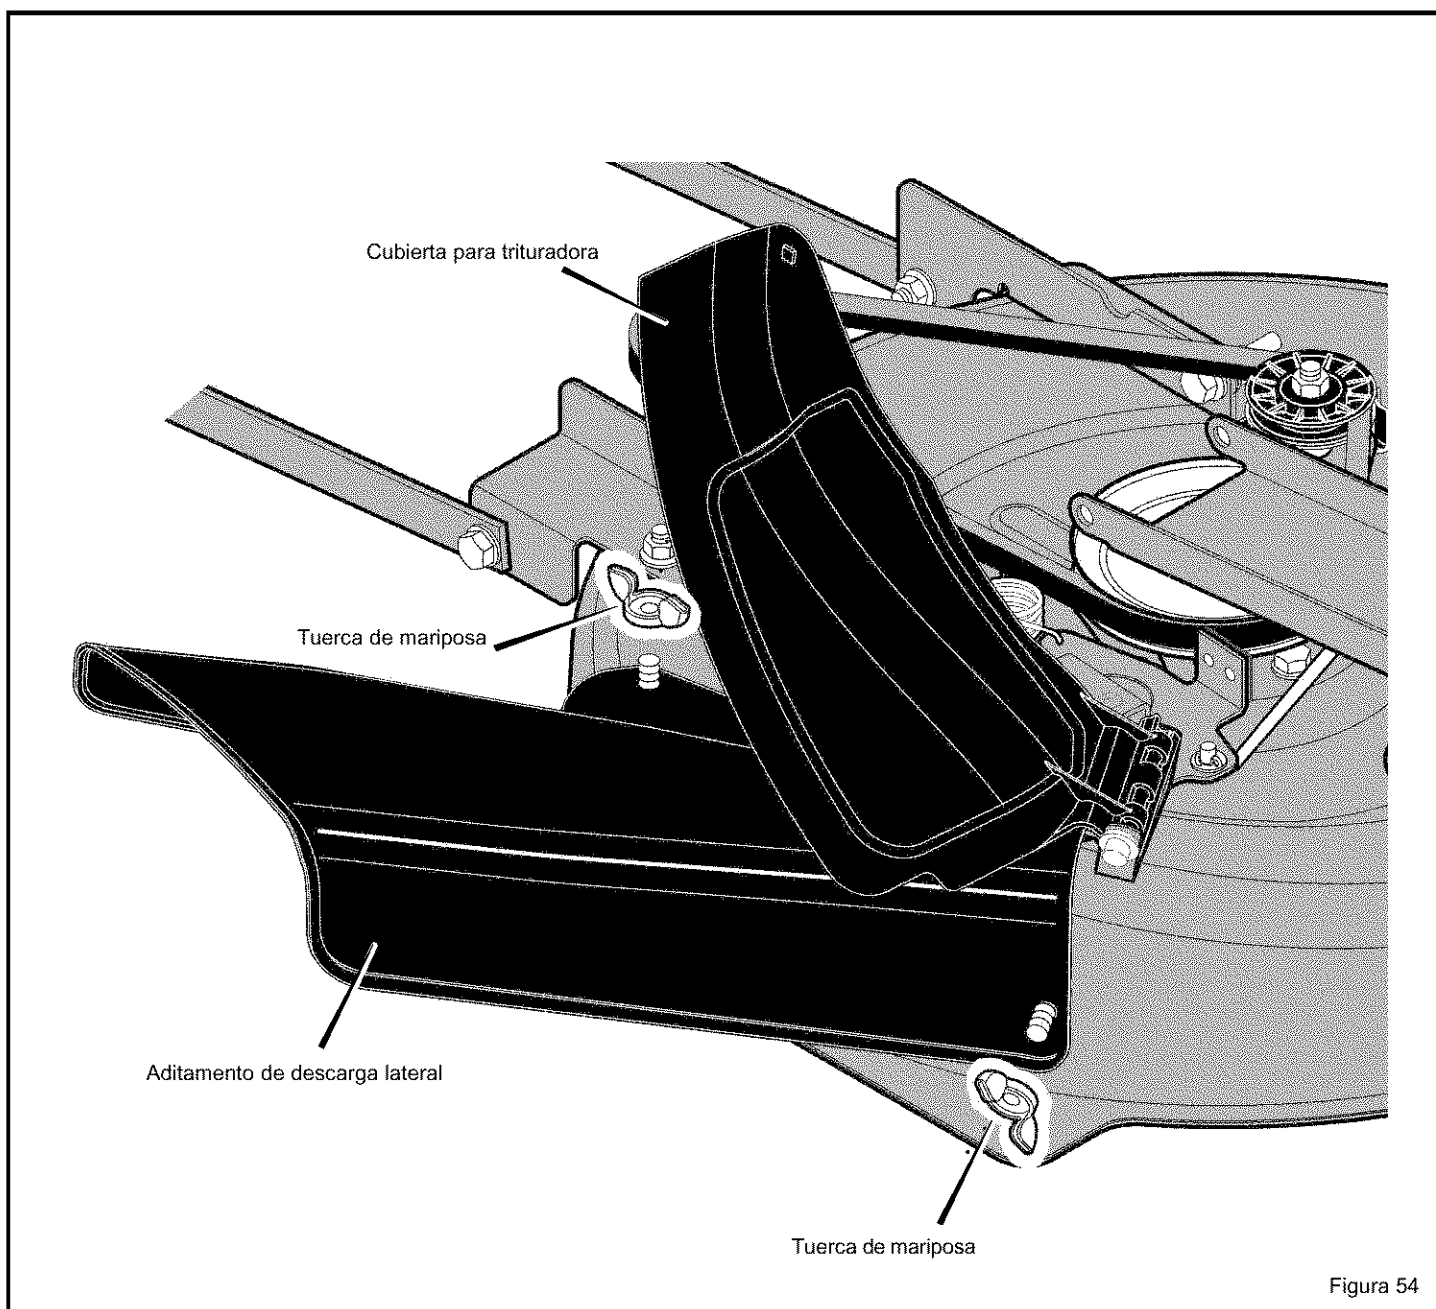

Figura 54
1. Desatornille las dos **tuercas de mariposa** (Figura 54).